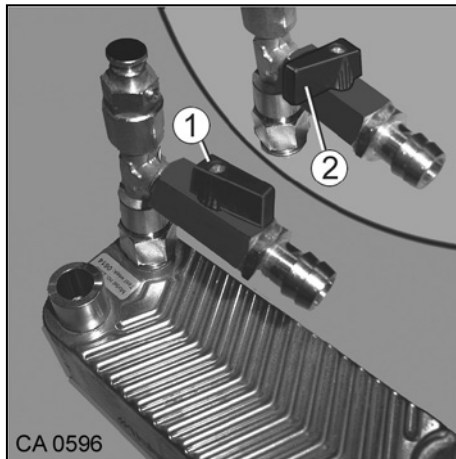

Fig. 142 Vanne de sectionnement de l'échangeur thermique
1. Ouvrir la vanne de sectionnement (Fig. 142/1).
- Pour éviter tout chauffage non-intentionné du circuit de chauffage en mode Été, fermer la vanne de sectionnement (Fig. 142/2).